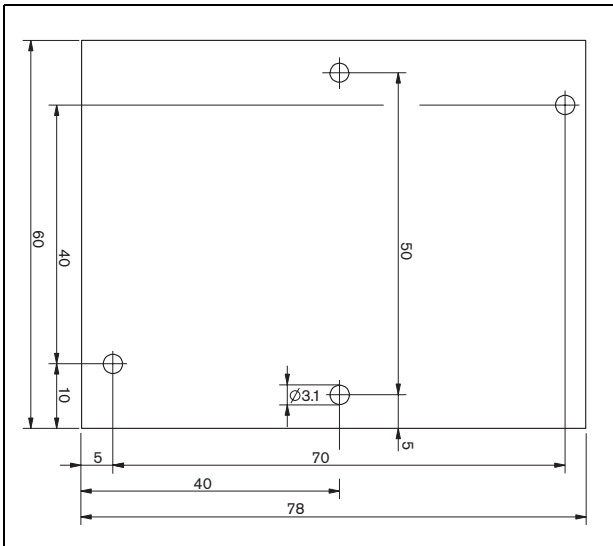

Abbildung 12.5: Abmessungen
Zur Installation des Platine in einem Kasten zum Beispiel, sind die Universalmontagekonsolen (LBB4446/00) zu verwenden. Befestigen Sie die Platine mit den mittleren Löchern an der Konsole (siehe Abbildung 12.5).
- 2 Verwenden Sie die Löcher in der Platine (siehe Abbildung 12.5), um sie in einen Lautsprecher einzubauen. Die Spulen auf der Supervision-Slave-Platine müssen einen Abstand von 30 mm oder mehr vom Lautsprechermagneten und einen Abstand von 50 mm oder mehr vom Lautsprecher-Transformator einhalten, da der ordnungsgemäße Betrieb der Platine ansonsten durch die Magnetfelder beeinträchtigt werden kann.